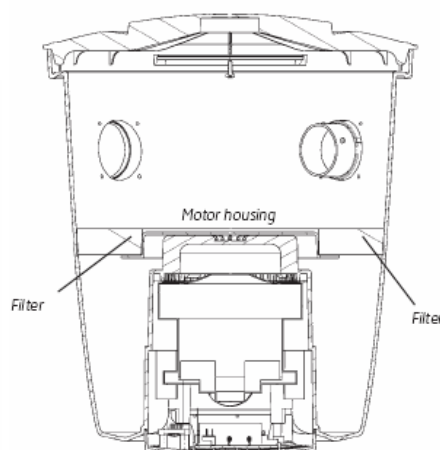

Fig. 13
- docisnąć szczelnie środek filtra wokół silnika. Upewnić się, że filtr szczelnie przylega do ścianek kontenera. (rys. 13),